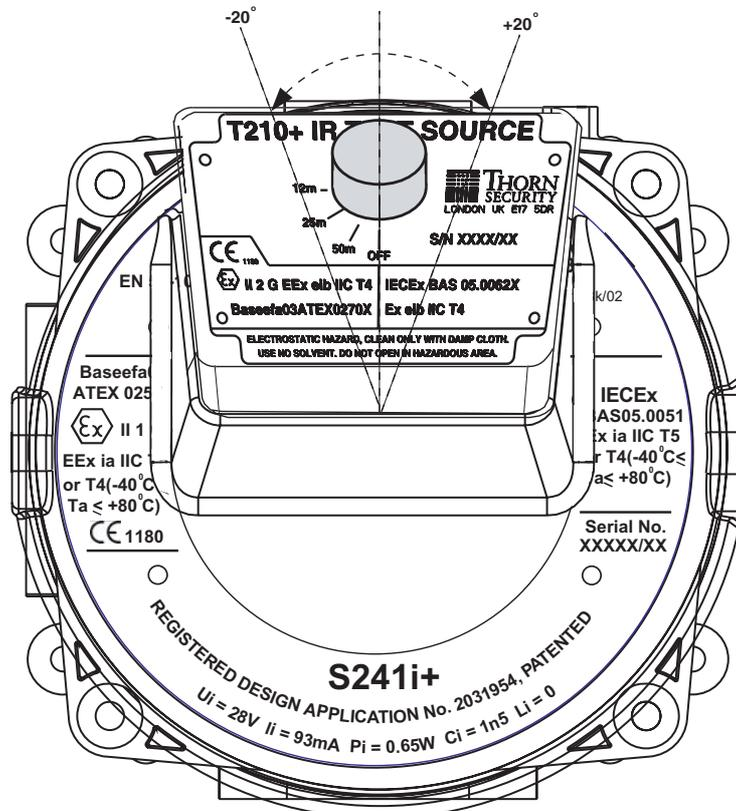

Fig. 2 Alignement de la T210+
- La calibration de la T210+ se fait en l'alignant avec la façade du S200 (voir Fig. 2). Il est donc recommandé à l'utilisateur d'ajuster les pivots du support de la T210+ pour l'aligner avec le détecteur S200 au sol, avant d'ajouter les perches de rallonge. L'unité de la T210+ doit être approximativement alignée avec les orifices d'entrée de câbles du S200.
- Présenter la source d'essai face au détecteur, et engager sa « visière » sur le dessus du détecteur. Vérifier que la T210+ soit correctement alignée, comme sur la Fig. 2. Sinon, descendre la T210+ et réajuster les pivots jusqu'à ce que la T210+ s'aligne correctement dans les limites spécifiées.